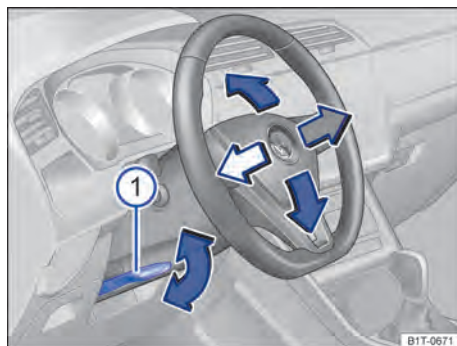

Fig. 84 Embaixo do volante no revestimento da coluna de direção: alavanca de ajuste mecânico da posição do volante.
- Virar a alavanca → Fig. 84 ① para baixo.
- Depois do ajuste, girar a alavanca → Fig. 84 ① sempre firmemente para cima, para que o volante não mude de posição involuntariamente durante a condução.